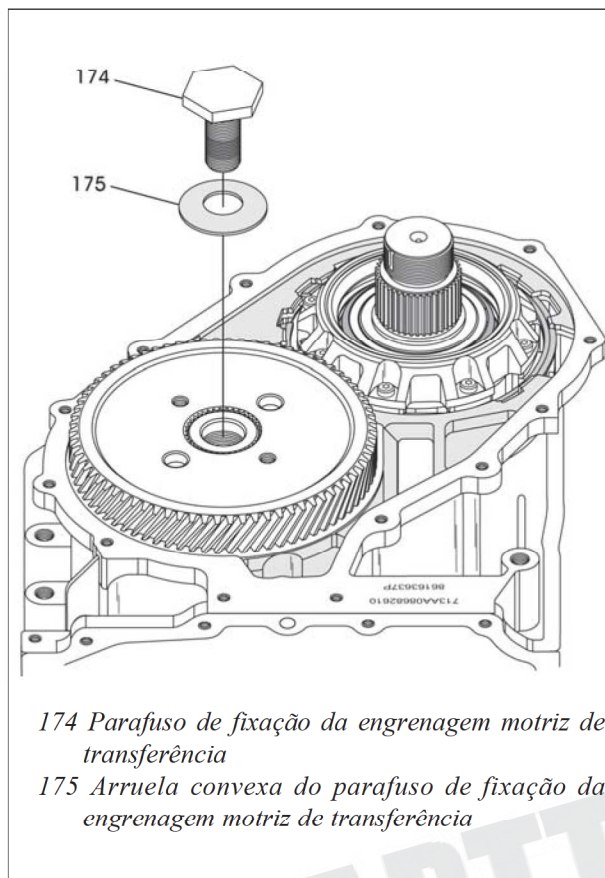

Figura 77
68. Remova o parafuso de fixação da engrenagem motriz de transferência e arruela convexa, conforme mostra a figura 77.